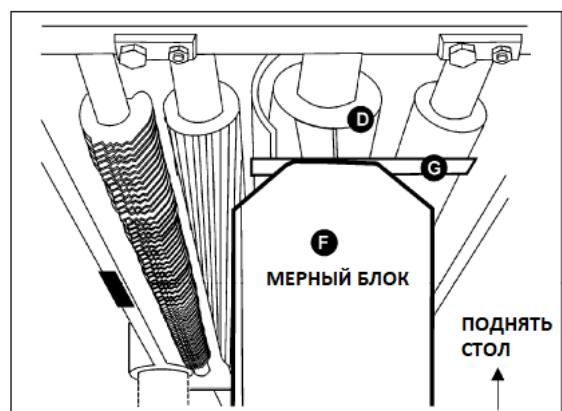

Рис. 26
3. Установите мерный блок (F, см. Рис. 26) на столе непосредственно под строгальным валом (D, см. Рис. 26).
4. Используя щуп толщиной 0,81 мм (G, см. Рис. 26), расположенный в верхней части мерного блока, поднимайте рабочий стол, пока нож не коснется щупа, когда нож находится в самом нижнем положении. Больше не изменяйте положение рабочего стола, пока не отрегулируете ролик разгрузки.